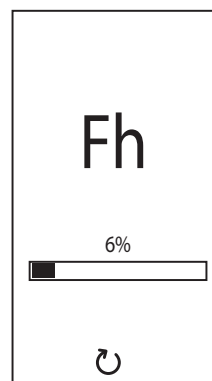

рис. 9- Выпуск воздуха с выключенным вентилем
- В течение последующих 280 секунд будет проводиться цикл стравливания воздуха (**"Fh"**) при неработающем вентиле (рис. 9).